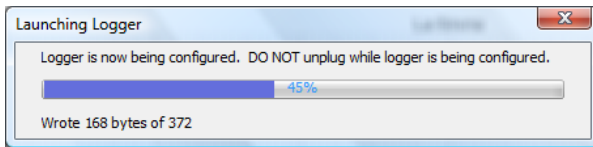

Figura 8. Ventana mostrando la inicialización del logger
6.9 Se hace click en Launch. El programa activará el equipo. Ver figura 8.